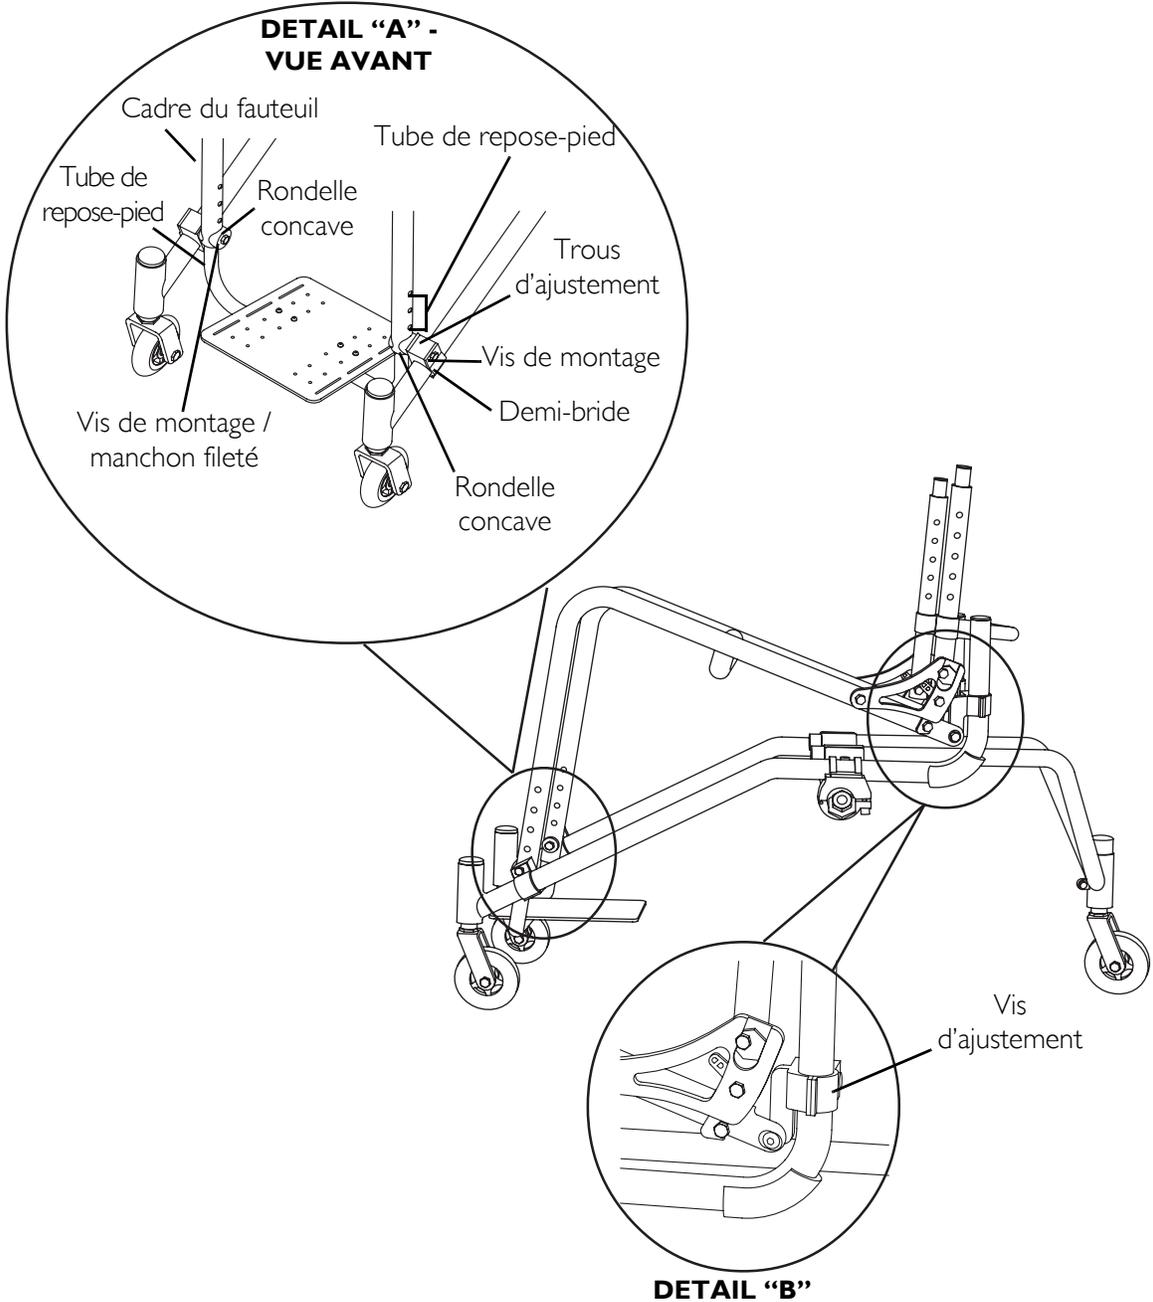

FIGURE 6.3 Ajuster la hauteur d'assise du transformeur
NOTE: Se référer à la FIGURE 6.3 de la page 60.
1. Noter l'ordre des vis de montage, des rondelles concaves, des pièces d'écartement, des vis de montage/manchon fileté ainsi que leur position sur le châssis du fauteuil et le tube de repose-pied. (Détail A FIGURE 6.3)